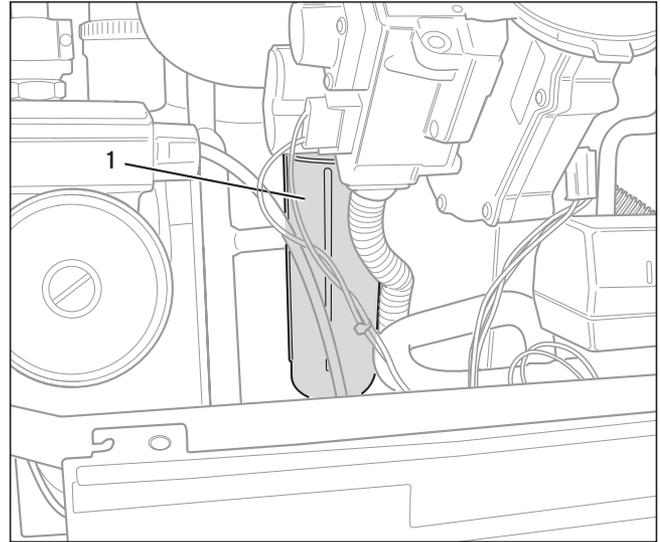
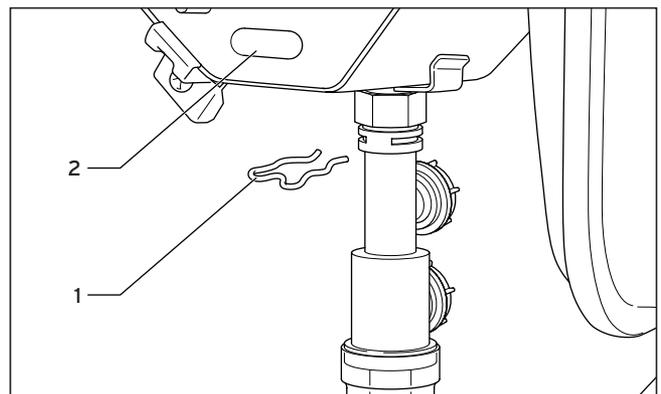

Abb. 7.9 Kondenswassersiphon reinigen
Abb. 7.10 Ausbau des Kondenswassersiphons
- Ziehen Sie die Klammer (1) am Aqua-Sensor (2) ab (siehe Abb. 7.9).
- Lösen Sie die Verschraubung (3) an der Unterseite des Gerätes.
- Ziehen Sie die Klammer (4) an der Unterseite des Gerätes ab.
- Ziehen Sie das Kabel (5) ab.
- Nehmen Sie die komplette Einheit (2) heraus.
- Nehmen Sie das Sieb (7) (siehe Abb. 7.10) aus dem Aqua-Sensor heraus und reinigen Sie das Sieb unter einem Wasserstrahl.
Zum Reinigen der Kondenswasserwege (Abb. 7.10) kann der komplette Kondenswassersiphon durch Herausziehen der Klammer (1) abgenommen werden. Danach sind die beiden Kondenswasserablaufstutzen am Wärmetauscher zugänglich. Über die untere Reinigungsöffnung
(2) am Wärmetauscher können Schmutzansammlungen im vorderen Kondenswasserablaufbereich entfernt werden. Anschliessend Siphon wieder mit Wasser befüllen.